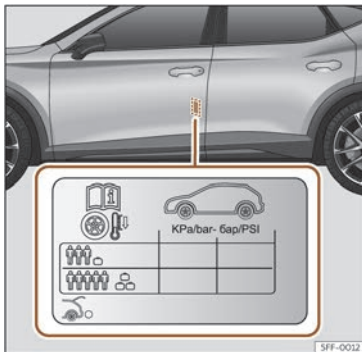

Fig. 219 Localización do adhesivo da presión de inflamento dos pneumáticos.
- Adapte a presión dos pneumáticos á carga que leva o vehículo >>> **fig. 219**.
Os valores da presión de inflamento están indicados na etiqueta adhesiva situada na parte posterior do marco da porta dianteira esquerda >>> **fig. 219**.
A presión dos pneumáticos débese adaptar á carga actual do vehículo. Se o vehículo vai ir cargado ao máximo, debe aumentar a presión de inflamento ao valor máximo de carga indicado na etiqueta adhesiva >>> **fig. 219**.
No caso dunha roda de emerxencia minimizada (125/70 R16 ou 125/70 R18), inflar a 4,2 bar de presión segundo se indica na etiqueta de presión dos pneumáticos >>> **fig. 219**.
- O condutor é responsable de que todos os pneumáticos do vehículo estean inflados á presión correcta. A presión de inflamento recomendada vén indicada nun adhesivo >>> fig. 219.
- Cos pneumáticos en frío, deberase manter sempre a presión indicada no adhesivo >>> fig. 219.